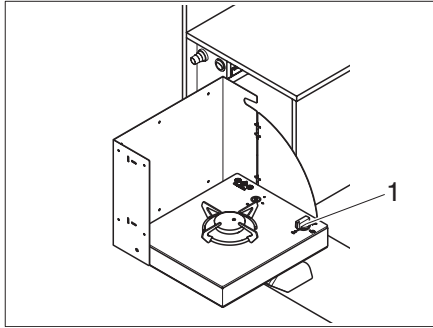

Fig. 77 Regulador giratorio
- ▶ Girar el regulador giratorio (Fig. 77,1) a la posición de encendido (llama alta).
- ▶ Presionar el regulador giratorio (Fig. 77,1) y mantenerlo pulsado.
- ▶ Cuando la llama arde, presionar el regulador giratorio (Fig. 77,1) y mantenerlo pulsado unos 10 a 15 segundos hasta que la válvula de protección contra encendido mantenga abierto el suministro de gas.
- ▶ Girar el regulador giratorio (Fig. 77,1) a la posición 0. La llama se apaga.